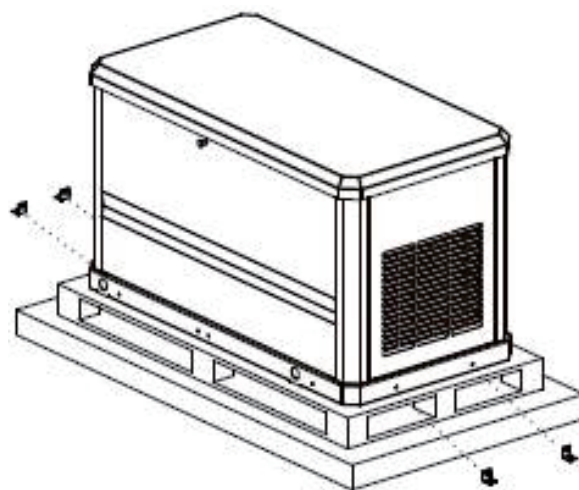

Рис. 4-2
2. Снимите крепежный блок (рис. 4-2);
3. Пропустите трубку через специальное отверстие для транспортировки в нижней части, чтобы поднять трубку, извлечь поддон и затем установить генератор переменного тока на подготовленное основание для установки (рис. 4-2).;